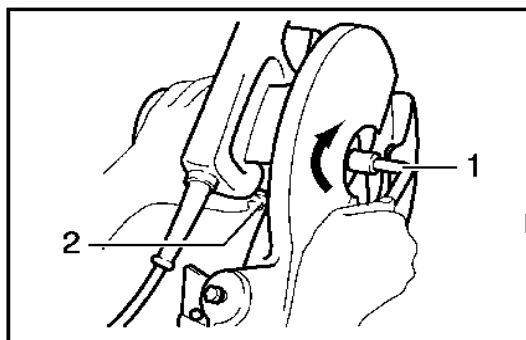

Рис. 10
- Нажмите на фиксатор вала (2), чтобы заблокировать шпиндель.
- Затем снимите болт с шестигранной головкой, внешний фланец и пыльный диск (рисунок 10).